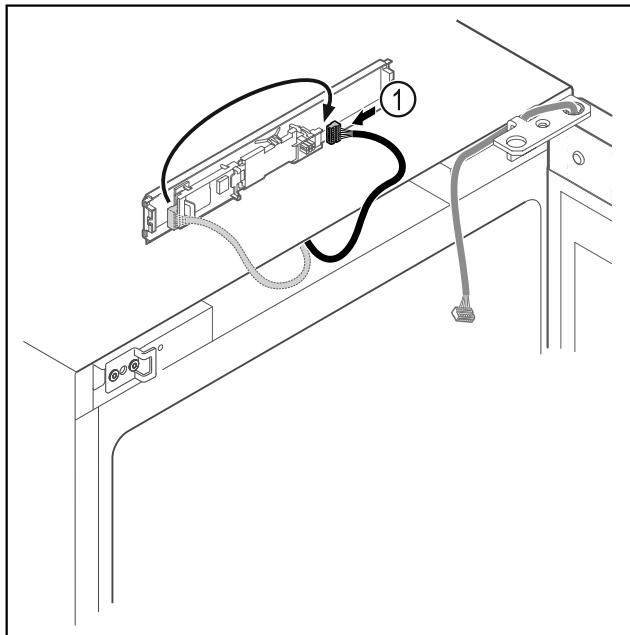

Fig. 11
► Преместете щекера Fig. 11 (1) на платката.